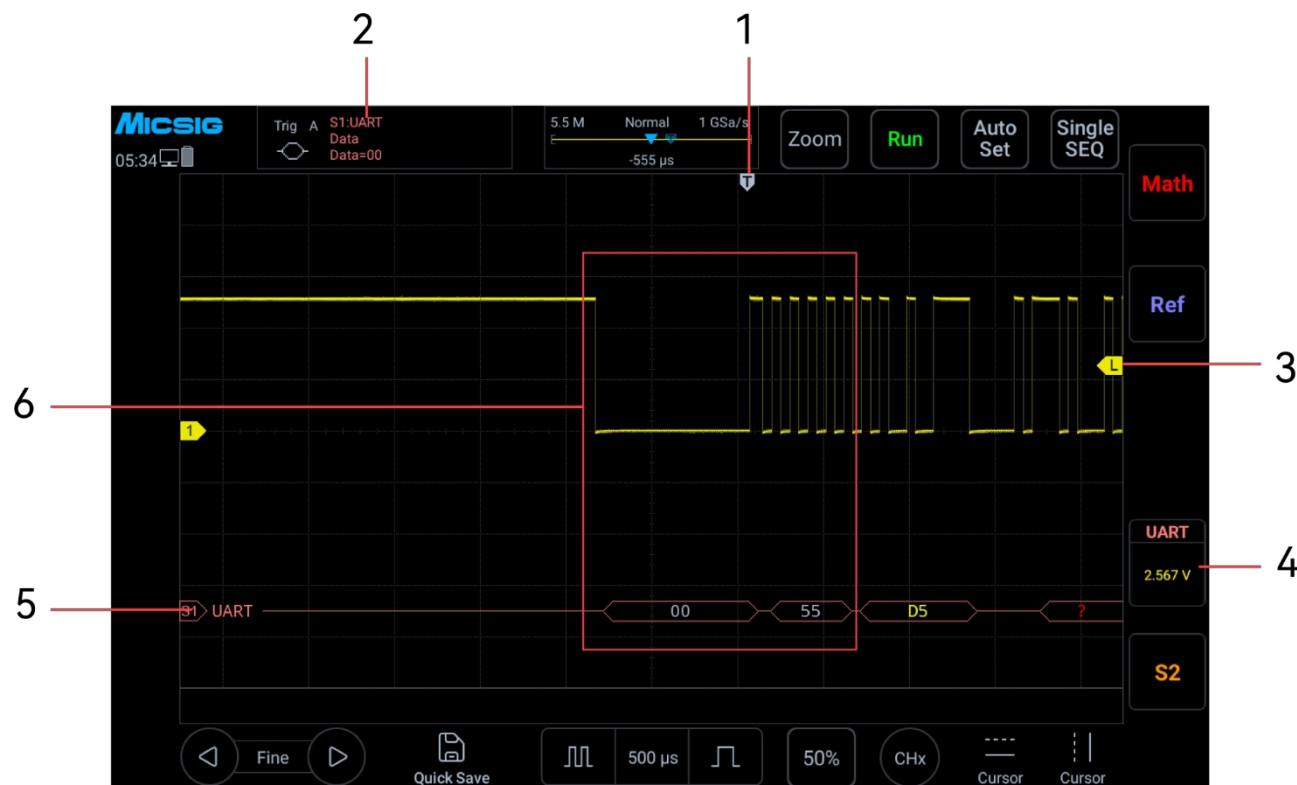

Abbildung 13-8 Grafische UART-Benutzeroberfläche
- (1) Tippen Sie auf S1, um den Dekodierkanal zu öffnen, und klicken Sie erneut auf S1, um das Buskonfigurationsmenü zu öffnen;
- (2) Wählen Sie als Bus-Typ „UART“ aus, klicken Sie auf „Ch1“, „Idle High“, „Parity None“, „8 Bit“, „19,20 kb/s“, stellen Sie die Anzeige auf „hexadezimal“ ein und schließen Sie anschließend das Menü;
- (3) Öffnen Sie das Einstellungs Menü für den Triggermodus, wählen Sie „Data“, stellen Sie die Bedingung auf „=“ ein, geben Sie den Dateninhalt manuell als 98 ein und drücken Sie die „Enter“-Taste zur Bestätigung.
- (4) Durch Anpassen des Schwellenwerts an die Amplitude des Signals kann eine stabile Triggerung des Signals erreicht werden. Die grafische Benutzeroberfläche für den UART-Trigger ist in Abbildung 13-8 dargestellt: